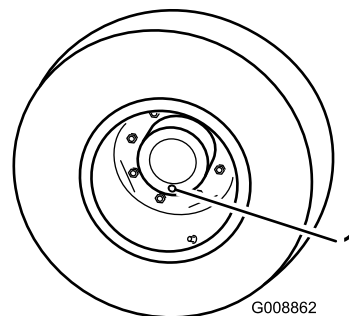

Рисунок 59
1. Поставив машину на горизонтальную поверхность, расположите колесо так, чтобы одна контрольная пробка находилась в самом нижнем положении («6 часов») (Рисунок 59).